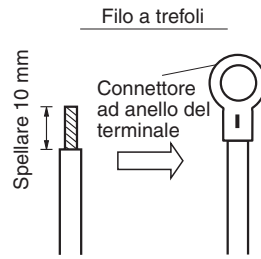
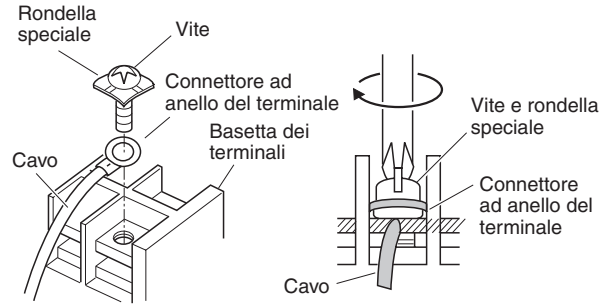

Fig. 4-7
Fig. 4-8
- (1) Asportare circa 10 mm di guaina isolante dall'estremità del cavo per esporne i fili, i quali andranno quindi attorcigliati. (Fig. 4-7)
- (2) Con un cacciavite a croce rimuovere la o le viti dalla basetta dei terminali.
- (3) Con una pinza o altro attrezzo adeguato fissare bene l'estremità spellata del cavo al connettore ad anello del terminale.
- (4) Applicare il connettore a occhio al terminale corrispondente e serrare bene la vite. (Fig. 4-8)